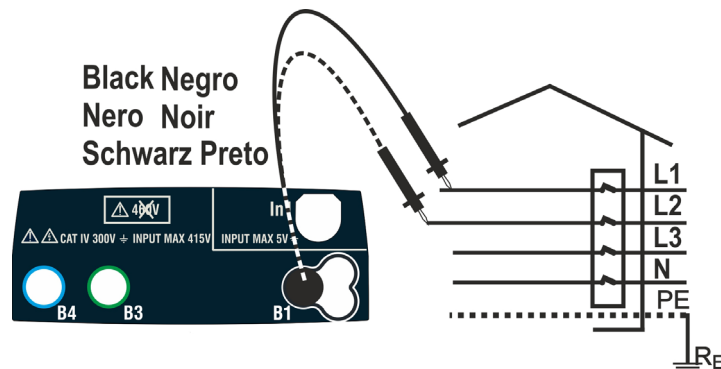

Abb. 31: Prüfung der Phasenfolge mit einem Messkabel
- Führen Sie den Stecker des schwarzen Kabels in die entsprechende Eingangsbuchse B1 des Geräts. Alternativ dazu können Sie ein Einzelkabel verwenden und die entsprechende Krokodilklemme an freie Kabelende aufstecken. Sie können auch die Prüfsonde mit Fernbedienung benutzen, indem Sie deren mehrpoligen Steckverbinder in die Eingangsbuchse B1 einführen. Verbinden Sie die Krokodilklemmen oder die Prüfsonde mit Fernbedienung mit der elektrischen Anlage entsprechend den Abb. 31 oder Abb. 32.
5. Unter diesen Bedingungen, verbinden Sie die Krokodilklemme oder die externe Prüfsonde mit der Phase L2, wie in den Abb. 31 oder Abb. 32 gezeigt.